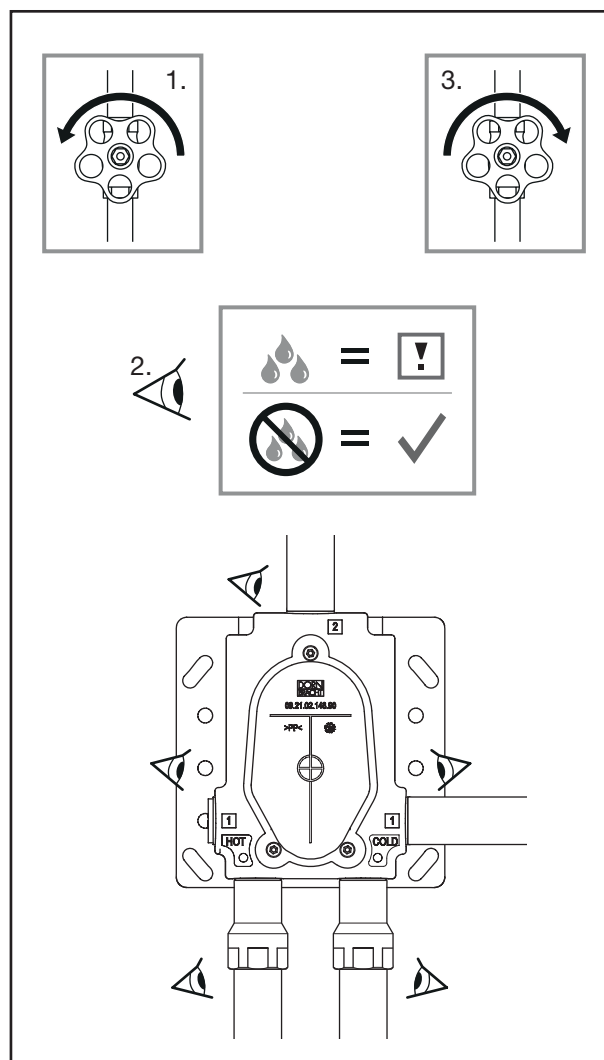

Fig. 11: Täthetsprovning
2. Kontrollera att produktens samtliga anslutningar är täta (fig. 11).